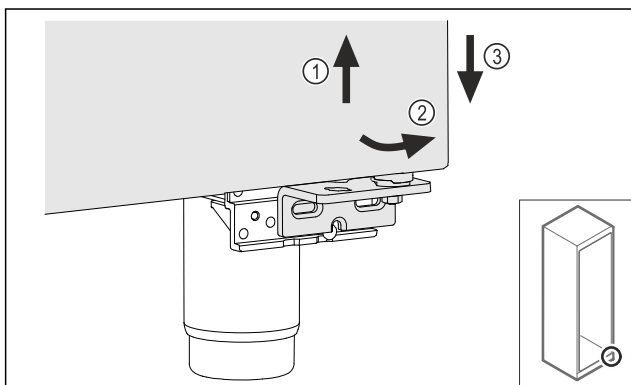

Fig. 24
- ▶ Paceliet mazliet durvis Fig. 24 (1), apakšā sagāziet uz priekšu Fig. 24 (2) un nolaidiet Fig. 24 (3).